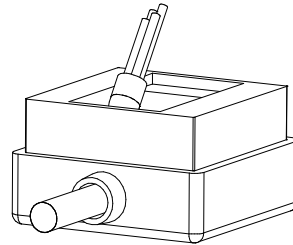

Fig. 2
- Far passare i cavi di collegamento all'interno del tappo in gomma inferiore (Fig. 2).
- Die Anschlusskabel durch den unteren Gummideckel führen (Abb. 2).
- Pasar los cables de conexión al interior del tapón de caucho inferior (Fig. 2).